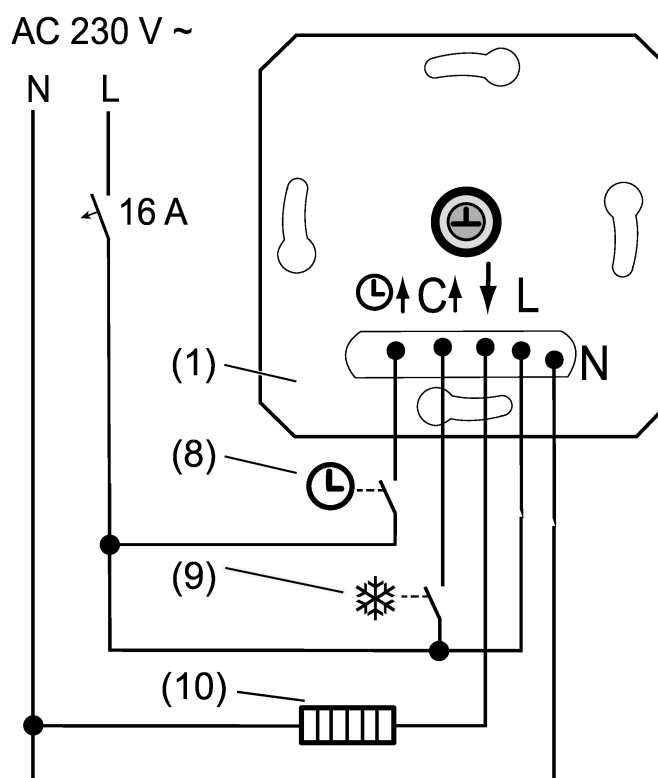

Figura 2: Esempio di collegamento dell'unità da incasso
- Collegare l'apparecchio elettrico di riscaldamento (10) o di raffreddamento all'inserto (1) secondo lo schema di collegamento (Vedi figura 2). Rispettare le sezioni del conduttore (dati tecnici)
- A scelta, collegare l'ingresso ☉ tramite un contatto di commutazione (8) di un orologio centrale (modalità di abbassamento) o collegare il contatto di commutazione di un rilevatore di presenza o di un interruttore (modalità di presenza). Se all'ingresso è presente una tensione di 230 V, la temperatura richiesta impostata viene ridotta in modalità set-back e portata alla temperatura comfort in modalità presenza.
- Se lo si desidera, collegare l'ingresso del funzionamento di raffreddamento **C** tramite un contatto di commutazione dell'impianto di riscaldamento (9). Se sono presenti 230 V sull'ingresso C, la modalità di raffreddamento è attiva. Se si spegne la 230 V, l'apparecchio passa automaticamente nella modalità di riscaldamento.